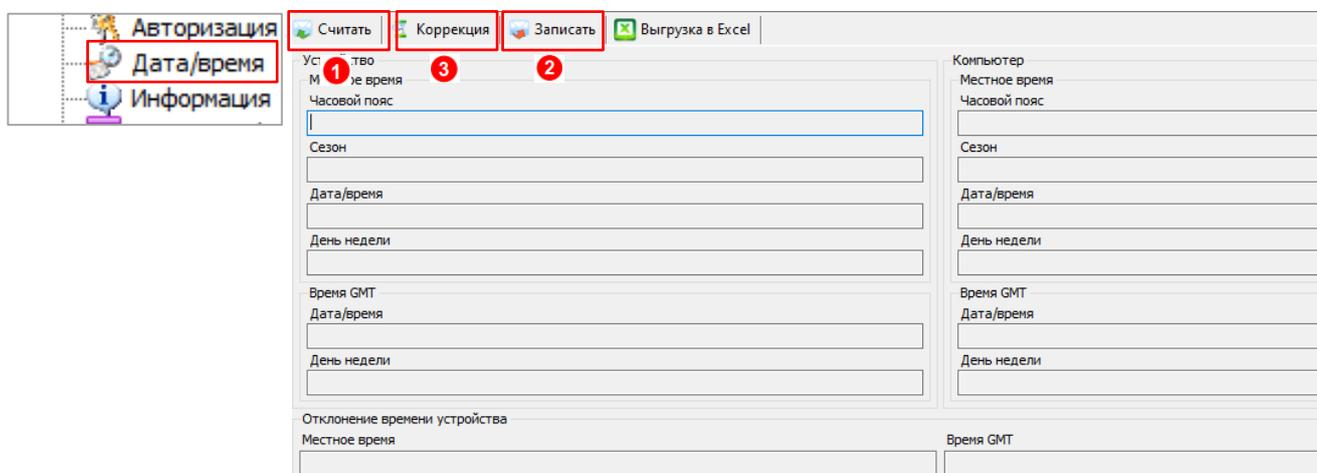

Рисунок 188
Доступна запись текущей даты и времени (по часам ПК) на вкладке «Дата/время» (2) (см. рисунок 188).
Коррекция времени выполняется на вкладке «Дата/время», нажатием на кнопку «Коррекция времени» (3) (см. рисунок 188).